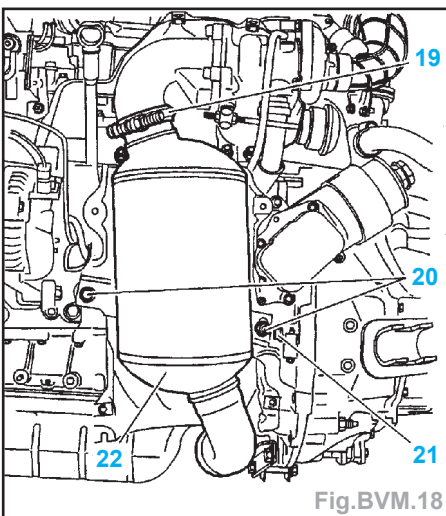
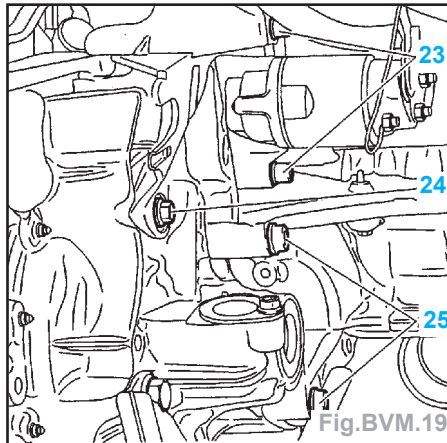

Fig.BVM.18
Fig.BVM.19
- Déposer (Fig.BVM.18) :
- le collier (19),
- les écrous (20),
- le catalyseur (22),
- la vis (21).
- Déposer (Fig.BVM.19) :